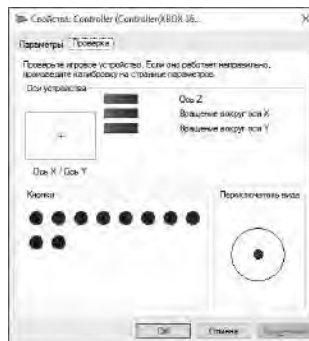

Рис. 8
• Для проверки и настройки в режиме XInput выберите «Свойства» в окне «Игровые устройства», при этом всплывет окно «Свойства: Controller (Controller (XBOX 360 For Windows))» (рис. 8). Во вкладке «Проверка» можно проверить исполнение команд при нажатии на кнопки и вращении руля. Для калибровки руля выберите вкладку «Параметры», нажмите «Откалибровать» и следуйте дальнейшим инструкциям.